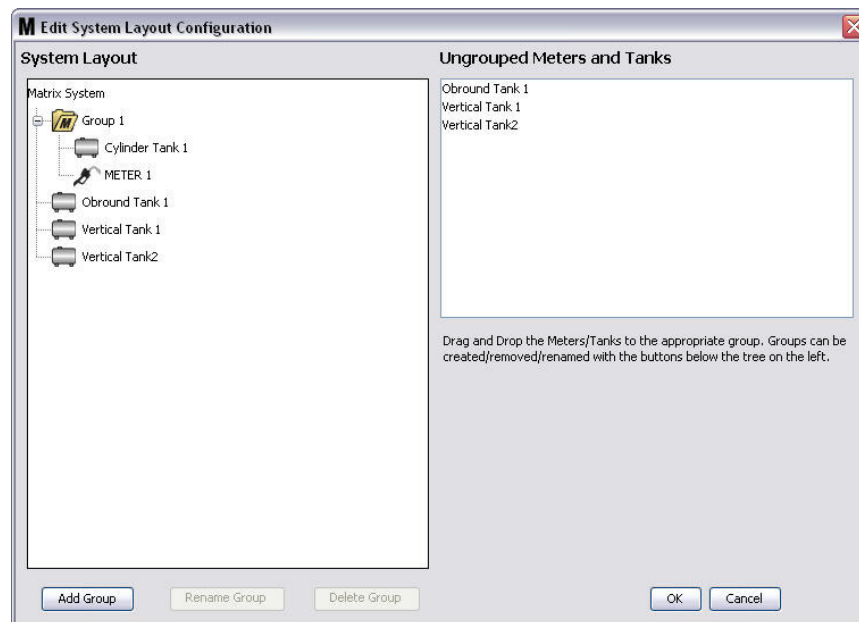

FIG. 129
- De geselecteerde tanks en meters worden nu weergegeven onder het mappictogram aan de kant van het Matrix-systeem op het scherm, zoals afgebeeld in FIG. 129.
- Om een groep een andere naam te geven, selecteert u met de muis de groepsmap aan de kant van het Matrix-systeem op het scherm. Klik op de knop Groep hernoemen (FIG. 129).
11. Om een groep te verwijderen, selecteert u met de muis de groepsmap aan de kant van het Matrix-systeem op het scherm. Klik op de knop Groep verwijderen (FIG. 129).